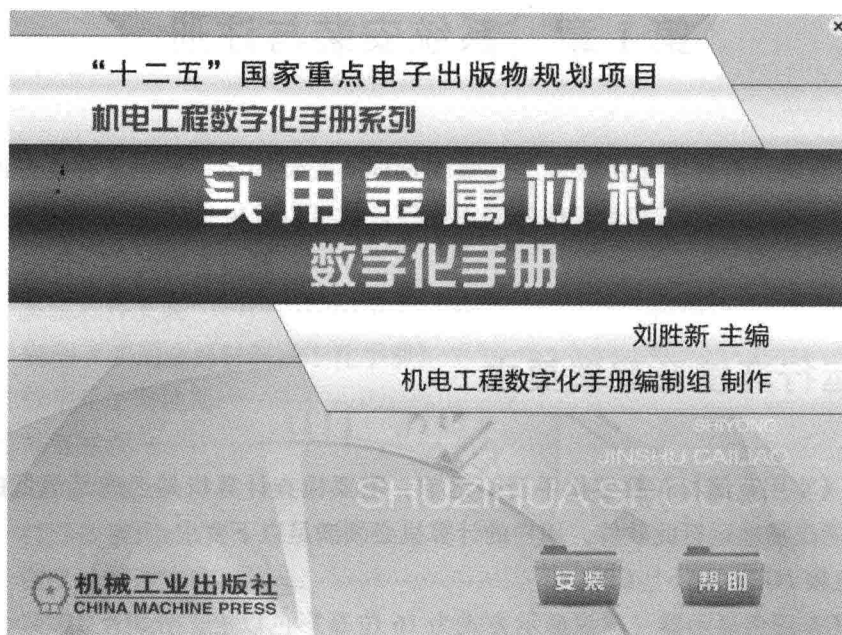

图 1-1 初始窗口
- 2) 光盘自动运行，显示初始窗口，如图 1-1 所示，单击“安装”按钮即可进行安装。如果本光盘无法在用户的计算机上自动运行，请打开本光盘的根目录，运行 setup.exe 文件。